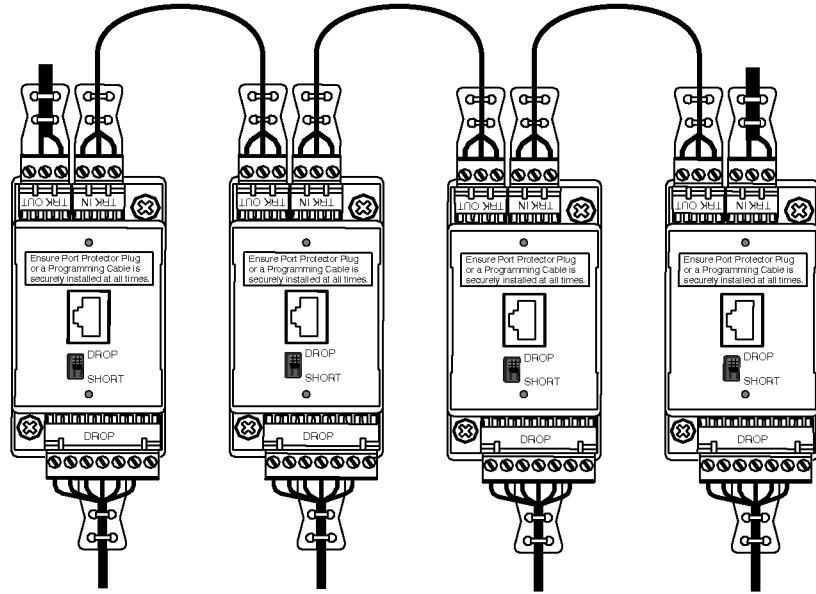

Figure 1 — Emplacement des bornes
La figure 1 indique l'emplacement des bornes.
3	<p>Connexion des bouchons de terminaison (voir figure 1) Connectez les bouchons de terminaison (référence Schneider Automation 990 NAD 230 22) au niveau des zones de terminaison, sur la broche 1 (WH) et la broche 2 (BL).</p>